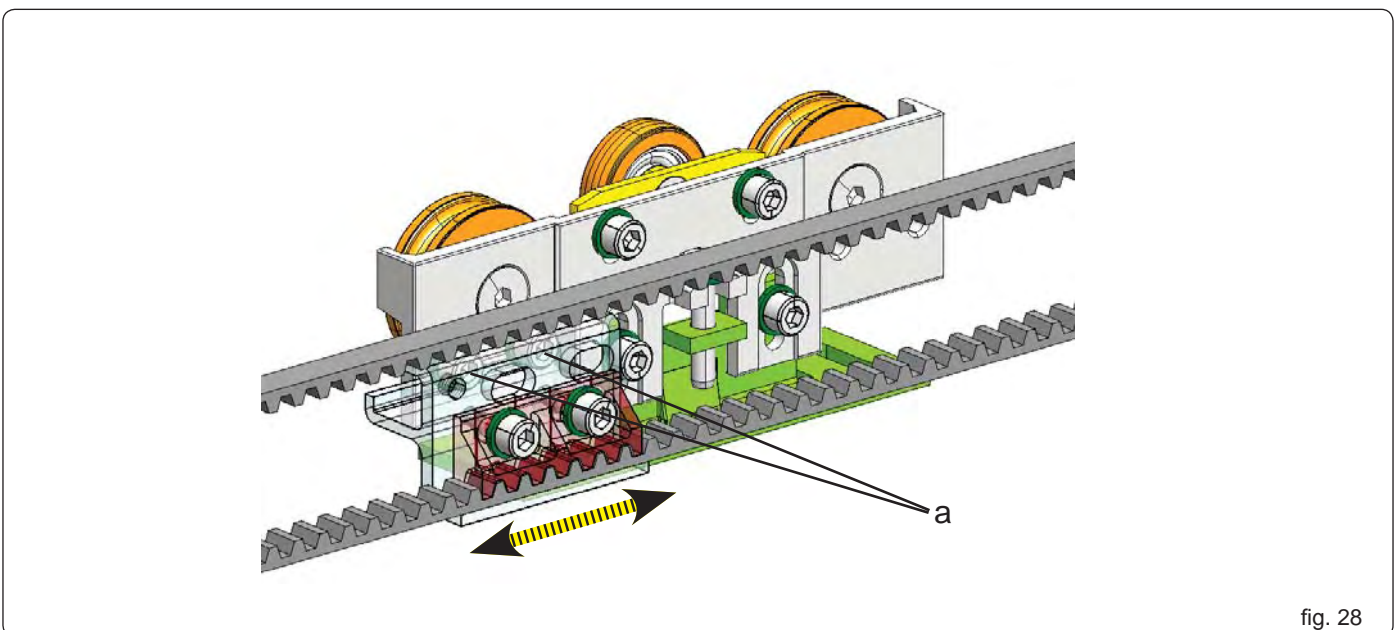

fig. 28
- Lossa de två skruvarna (fig. 28 ref.a) som kopplar the belt fitting till drivvagnen (på båda vagnarna för dubbelblad).